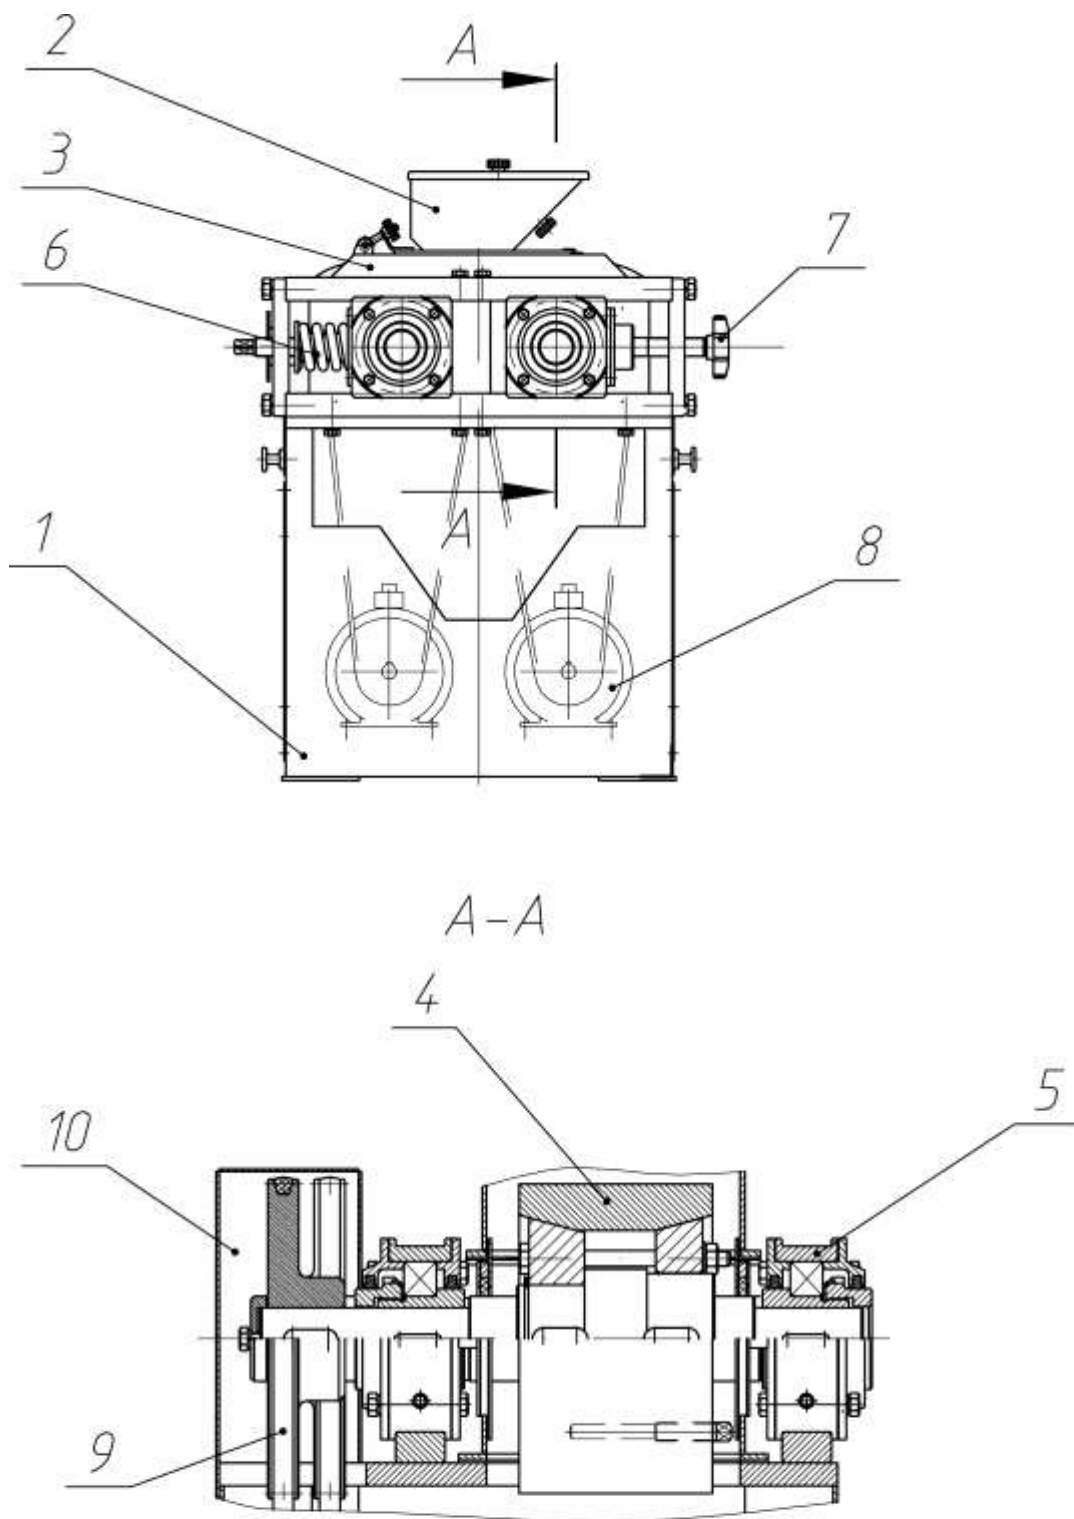

Рис. 1
Устройство дробилки представлено на рис.1.
- включать дробилку при снятом кожухе 10 (см. рис.1) и откинутой воронке загрузочной (2).